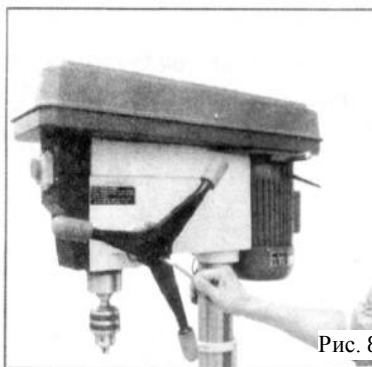

Рис. 8
* Закрепите круглые головки на каждой рукояти подачи, установите их во втулку вала с шестерней. Рис. 8.